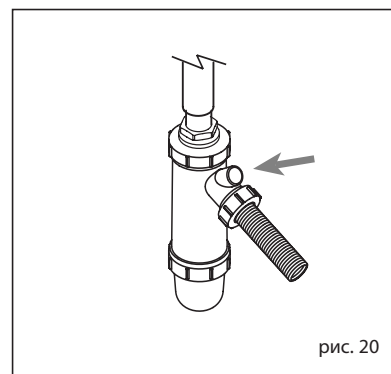

рис. 20
**4.5 ТЕХОБСЛУЖИВАНИЕ (рис. 20)**
**был наполнен водой (проверка необходима особенно, когда генератор не используется в течение долгого времени). Возможное наполнение выполняется через специальное отверстие (рис. 20).**